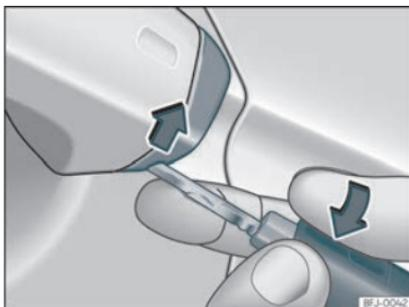

Fig. 79 Poignée de la porte du conducteur : détachez le cache en faisant levier.
- Introduisez le panneton dans l'ouverture inférieure du cache de la poignée de la porte du conducteur >>> **fig. 79** et soulevez le cache.